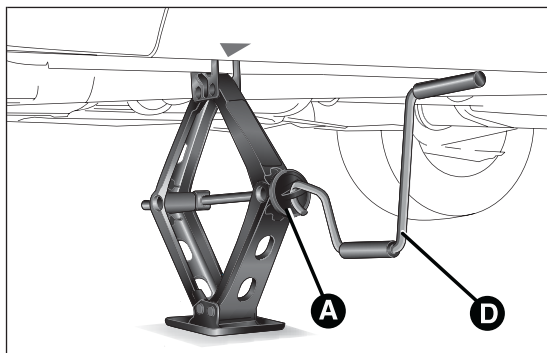
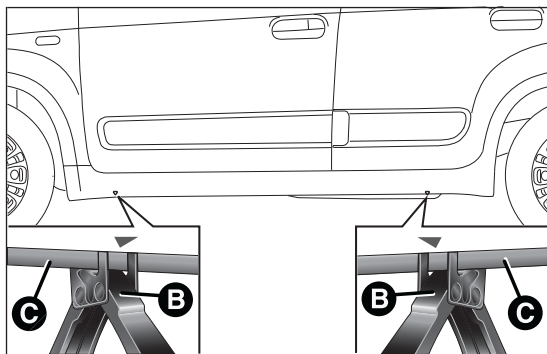

fig. 104
fig. 105
- ❑ accionar el dispositivo A fig. 104 para extender el gato, hasta que la parte superior B fig. 105 se introduzca correctamente en el larguero C (a la altura de la marca ▽ indicada en el mismo larguero);
- ❑ introducir la manivela D fig. 104 en el alojamiento del dispositivo A, accionar el gato y levantar el vehículo, hasta que la rueda se levante del suelo unos centímetros;